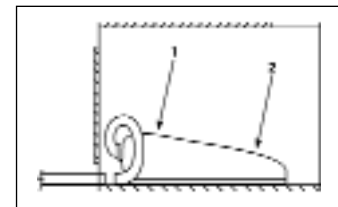

Abb. 9
5.6 Alle Ventile mit Fusschalter (siehe Abb. 9)